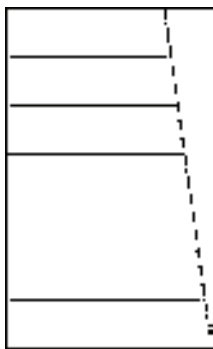

图 6-89 左边平齐
- “左边平齐”复选框。若选中该复选框, 则左边边坡与坡道齐平, 如图 6-89 所示。